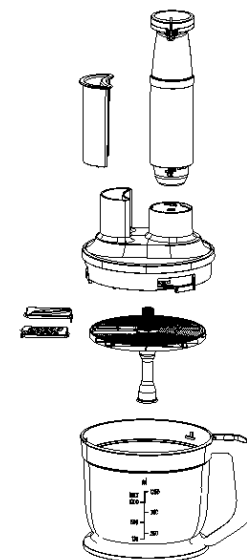

Рис.8
- Порядок установки насадок показан на Рис.8.